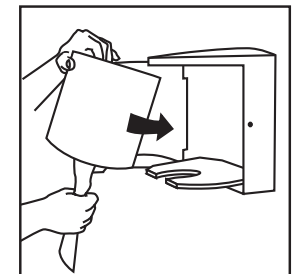

Fig. 10
3. Place the product into the dispenser with a tail of paper hanging down. **Fig. 10.**
3. Cargue el producto en la distribuidora dejando salir el extremo inicial del papel por la abertura. **Véase la Fig. 10.**
3. Placer le produit dans la boîte distributrice et s'assurer que l'extrémité du papier sort par l'ouverture de distribution. **Voir fig. 10.**